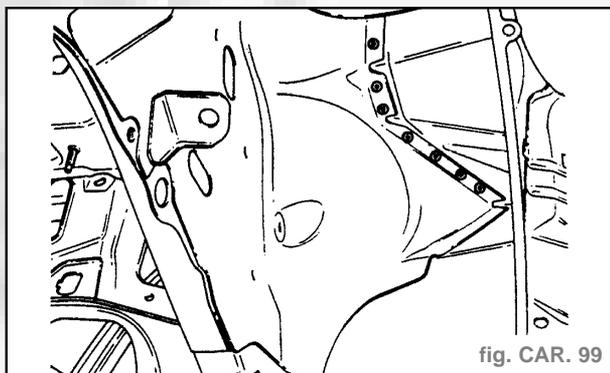

fig. CAR. 99
**Soudure** (fig. CAR. 99 et 100)